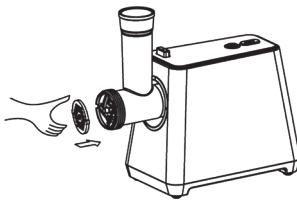

Рис.4
7.1.4 Поместите необходимый диск в горловину с учетом совпадения пазов на диске и горловине (рис. 4).